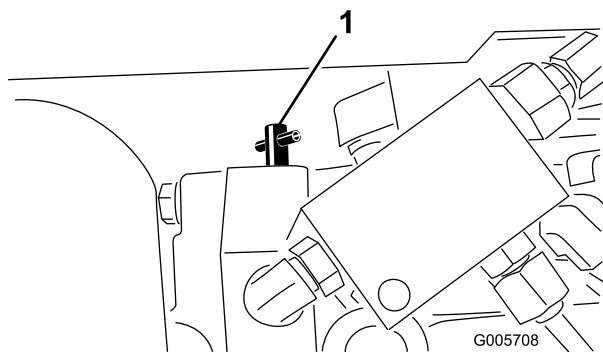

Figura 34
1. Gire la válvula de desvío, situada debajo de la unidad de tracción, (Figura 34) de media a una vuelta en el sentido contrario a las agujas del reloj. Al abrir la válvula, se abre un conducto interno en la transmisión, permitiendo que se desvíe el aceite hidráulico. Puesto que el aceite se desvía, la unidad de tracción puede ser movida sin dañar la transmisión.